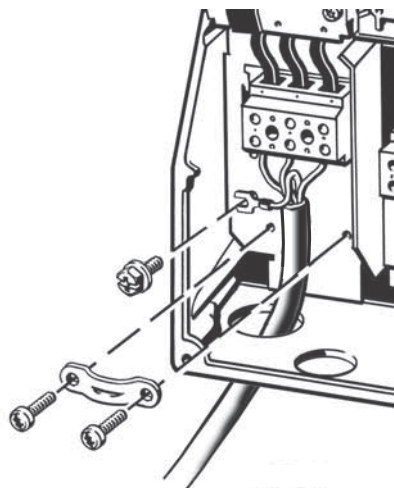

Abb. 14 Netzanschluss, Gehäuse B1 und B2
1. Den Schutzleiter an die Klemme 95 (PE) anschließen. Siehe Abb. 14.